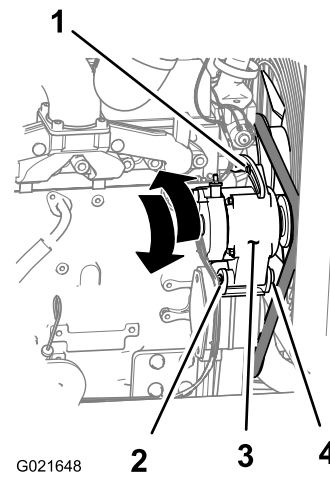

Figura 143
3. Solte o parafuso e a porca no ponto de articulação do alternador (Figura 143).
4. Afrouxe o parafuso de ajuste no alternador (Figura 143).
5. Para aumentar a tensão da correia, afaste o alternador do motor; para reduzir a tensão da correia, aproxime o alternador do motor (Figura 143).
6. Aperte o parafuso de ajuste do alternador (Figura 143).
8. Se a tensão da correia estiver correta, aperte a porca e o parafuso no ponto de articulação do alternador (Figura 143); caso contrário, repita os procedimentos 4 a 7.